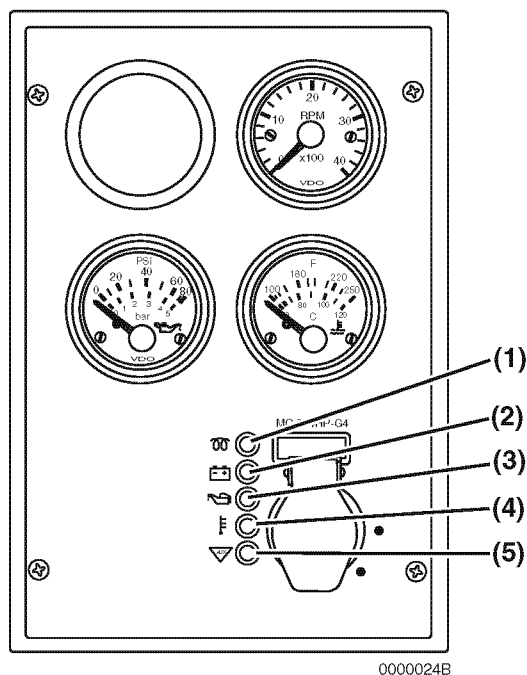
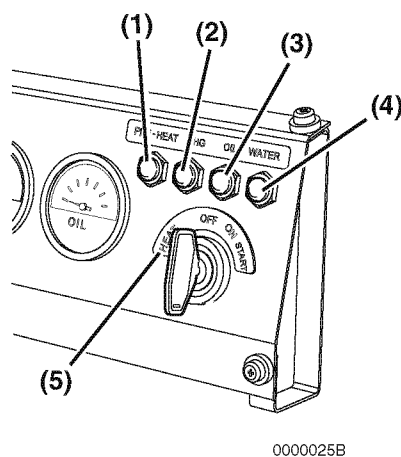

Figura 9
Figura 10
Indicador de HEAT (CALOR) (Figura 9, (1)) - La función de calentamiento previo se activa automáticamente cuando el interruptor se gira hacia la posición ON (ENCENDER). El indicador parpadea varios segundos (4 seg. para los modelos IDI con bujías de incandescencia, 15 seg. para los modelos DI con bujías de incandescencia o calentador de aire) y cuando se apaga puede girar el interruptor de llave hacia START (ARRANCAR).
Indicador HEAT (CALOR) (Figura 10, (1)) - Tenga en cuenta que en este tipo de panel debe girar la llave hacia la posición de HEAT (CALOR) (**Figura 10, (5)**) para activar el calentador de aire de entrada o bujías de incandescencia. El indicador parpadeará varios segundos (4 seg. para los modelos IDI con bujías de incandescencia, 15 seg. para los modelos DI con bujías de incandescencia o calentador de aire) cuando gire la llave hacia HEAT (CALOR) y cuando se apaga, puede girar el interruptor hacia START (ARRANCAR).
Carga de batería (Figura 9, (2)) o (Figura 10, (2)) - Este indicador se encenderá si existe un problema en el sistema de carga. Este indicador no indica si la batería está descargada. *Consulte Tabla de detección y solución de problemas en la página 98.*
Presión de aceite de motor (Figura 9, (3)) o (Figura 10, (3)) - Este indicador se encenderá si la presión de aceite del motor se encuentra por debajo o supera los límites normales. *Consulte Tabla de detección y solución de problemas en la página 98.*
Temperatura de refrigerante del motor (Figura 9, (4)) o (Figura 10, (4)) - Este indicador se encenderá si la temperatura del refrigerante del motor excede los límites normales. *Consulte Tabla de detección y solución de problemas en la página 98.*
Auxiliar (Figura 9, (5)) - Usado para aplicaciones especiales.